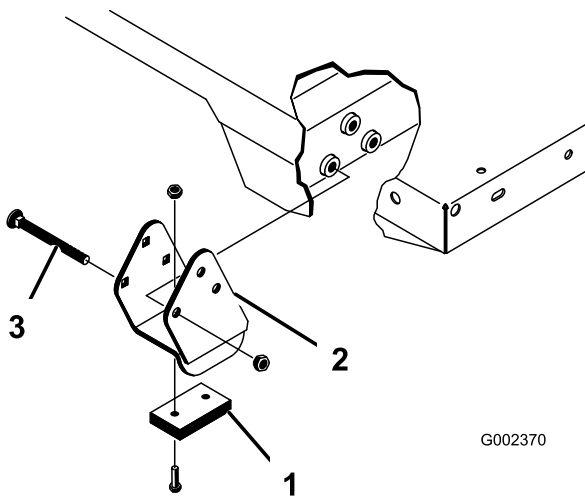

図 35
**注** スペーサブラケットとウェアブロック 図 35 はキャリッジボルトで固定しますが、このボルトは必ず頭を機械内側に向けてください。
2. 荷台を慎重に車両フレームの上に乗せる 後部にある荷台のピボットプレートの穴とリアフレームチャンネル鋼材の穴を揃えて、クレビスピンとリンチピン各2個を取り付ける 図 35。
4. クレビスピンは荷台の外側から差し込み、リンチピンが荷台の外側に向いているようにする 図 35。